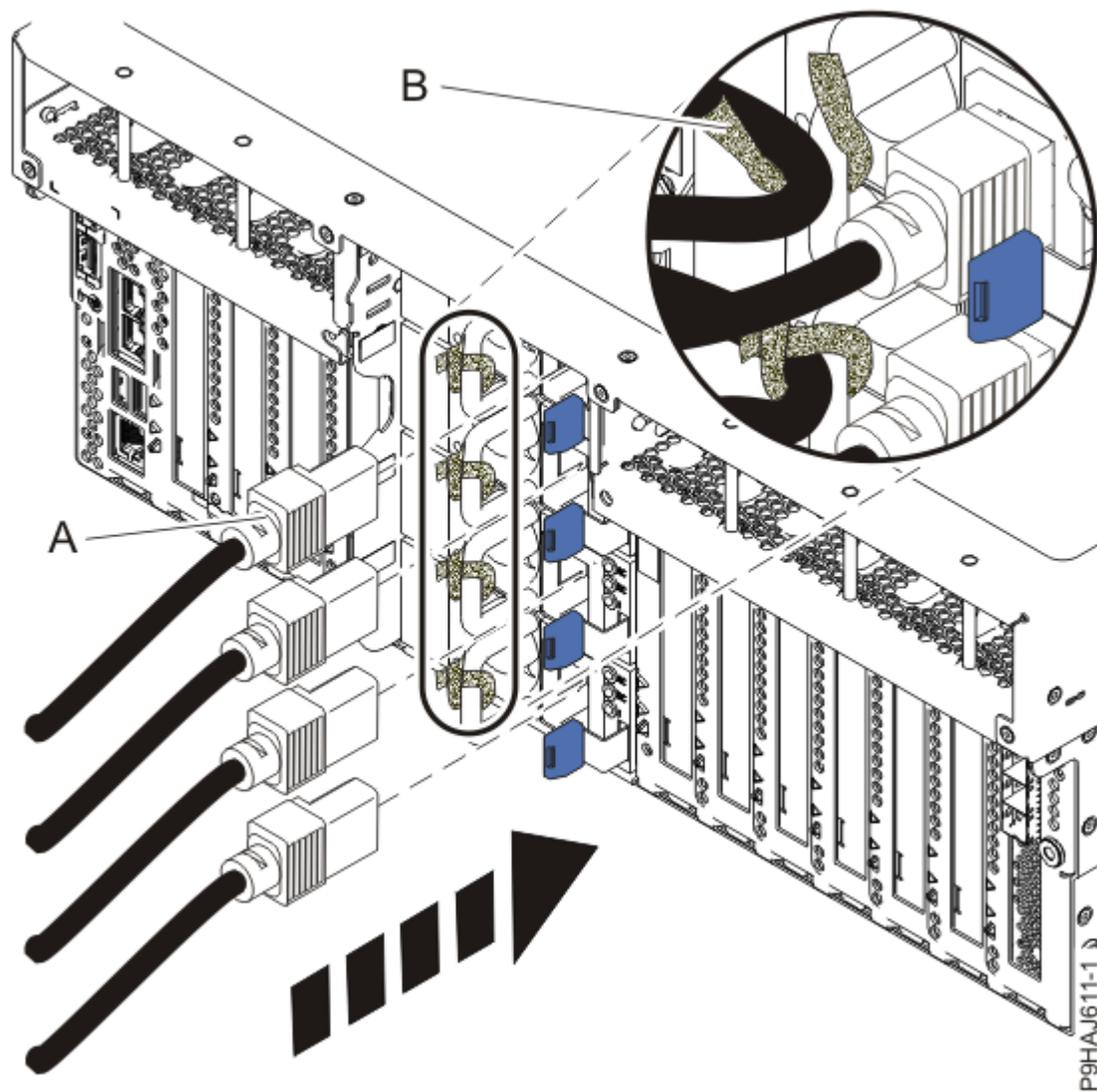
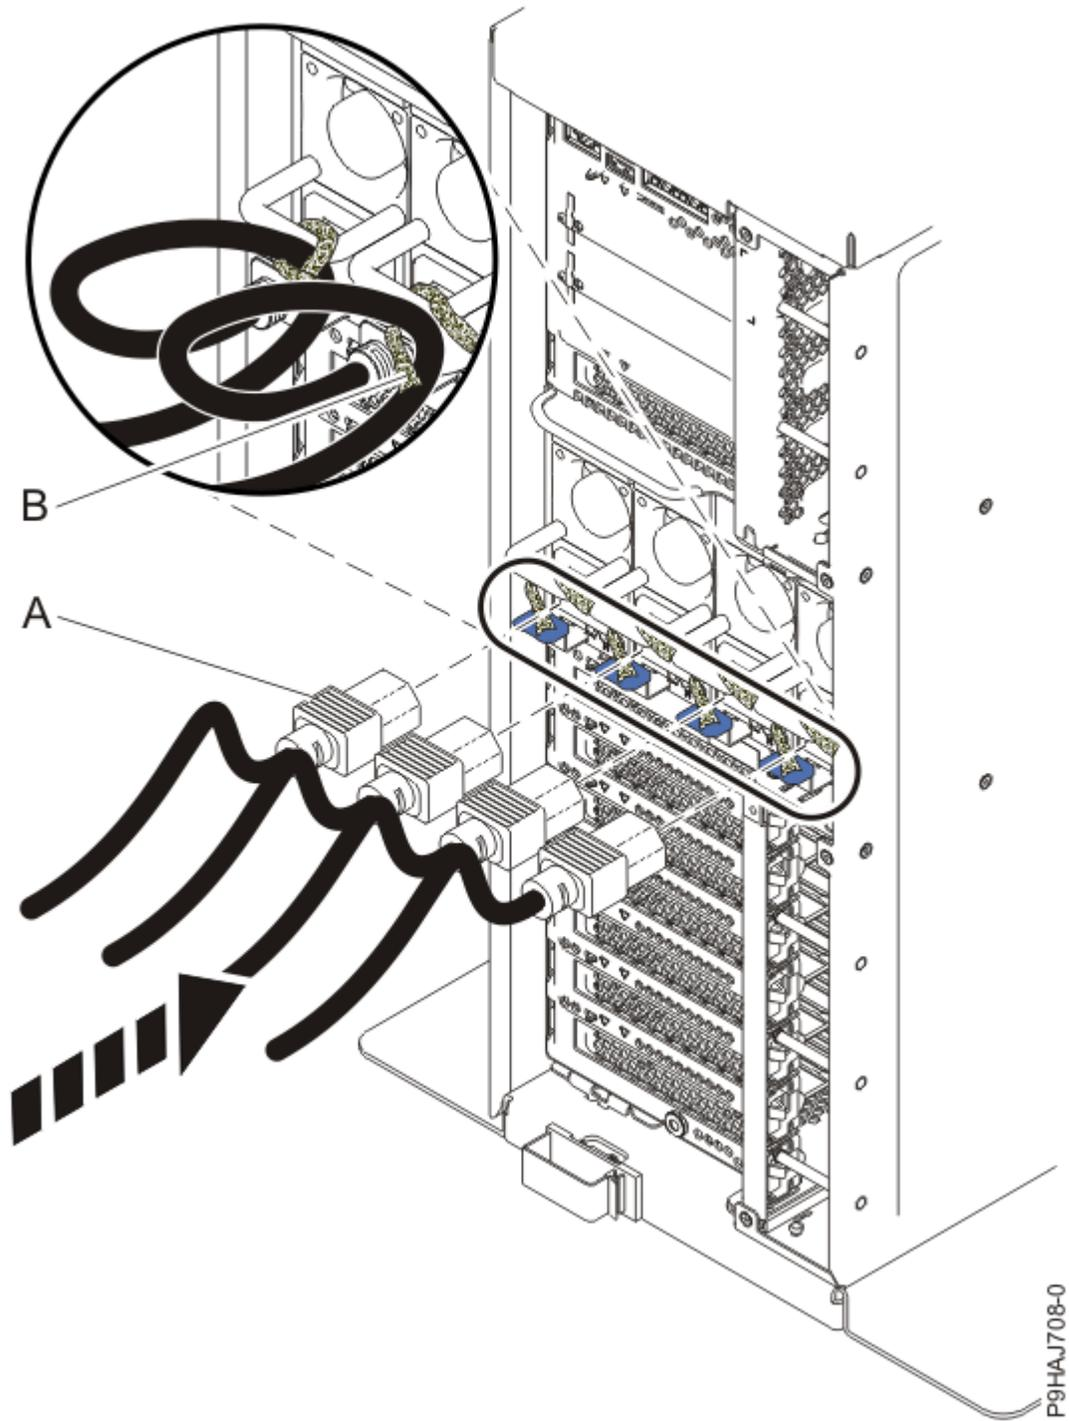

Figura 93. Conexión de los cables de alimentación a un sistema montado en bastidor
Figura 94. Conexión de los cables de alimentación a un sistema autónomo
7. Mediante las etiquetas, vuelva a conectar los cables de alimentación **(A)** a la unidad del sistema. Sujete los cables de alimentación **(A)** al sistema utilizando los mecanismos de sujeción **(B)** tal como se muestra en la Figura 93 en la página 98 o la Figura 94 en la página 99.